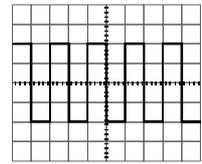

图 4-3
- (1) 电源接通，电源指示灯亮，约20秒后屏幕出现光迹。如果60秒后还没有出现光迹，请重新检查开关和控制旋钮的设置。
- (2) 分别调节亮度，聚焦，使光迹亮度适中，清晰。
- (3) 调节通道1位移旋钮与轨迹旋转电位器，使光迹与水平刻度平行（用螺丝刀调节轨迹旋转电位器4）。
- (4) 用10:1探头将校正信号输入至CH1输入端。
- (5) 将AC - GND - DC开关设置在AC状态。一个如图4-3所示的方波将会出现在屏幕上。
- (6) 调整聚焦使图形清晰。
- (7) 对于其它信号的观察，可通过调整垂直衰减开关，扫描时间到所需的位置，从而得到清晰的图形。
- (8) 调整垂直和水平位移旋钮，使得波形的幅度与时间容易读出。